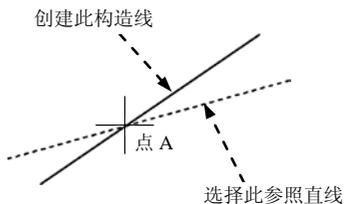

图 2.1.12 指定通过点
(1) 在命令行输入构造线的角度 <0>: 的提示下, 输入角度值 15 后按 Enter 键。
(2) 命令行提示指定通过点:, 将鼠标光标移至屏幕上的任意位置点——点 A (图 2.1.12) 并单击, 即在绘图区中绘出经过该点且与指定直线成 15° 角的构造线。
(3) 系统命令行继续提示指定通过点:, 在此提示下继续选择位置点, 可绘制出多条与指定直线成 15° 角的平行构造线, 直至按 Enter 键结束命令。